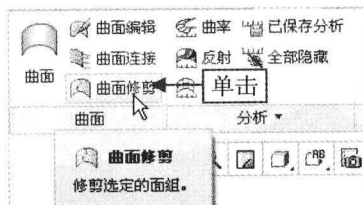

图 9-81 单击“曲面修剪”按钮
Step 02 弹出“样式”选项卡，单击“曲面”面板中的“曲面修剪”按钮，如图 9-81 所示。